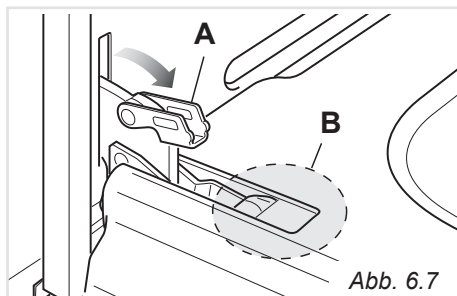
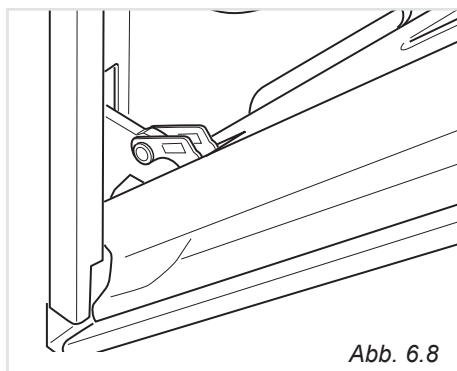

Abb. 6.7
Abb. 6.8
- Den Hebel "A" des rechten und des linken Scharniers vollkommen öffnen (abb. 6.7).
- Die Tür langsam schließen (abb. 6.8) bis die Hebel "A" des rechten und des linken Scharniers aus dem Teil "B" der Tür ausrasten (abb. 6.7).